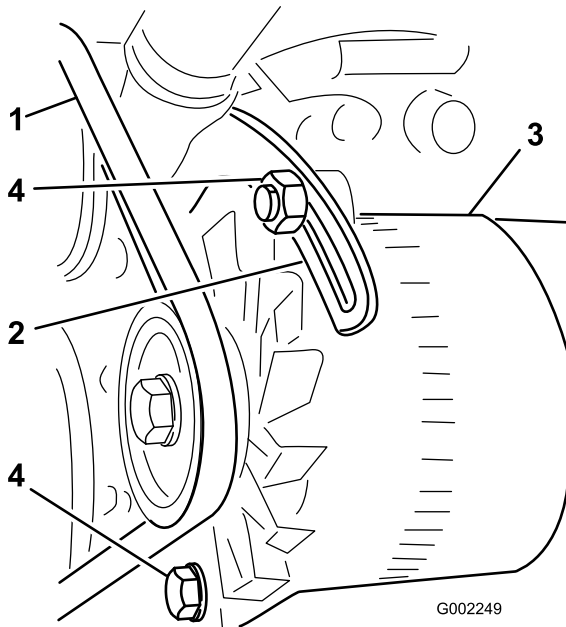

Bild 103
3. Lösen Sie die Schraube, mit der der Drehpunkt an der Lichtmaschine befestigt ist, und die Schraube, mit der die Lichtmaschine an der geschlitzten Strebe befestigt ist (Bild 103).